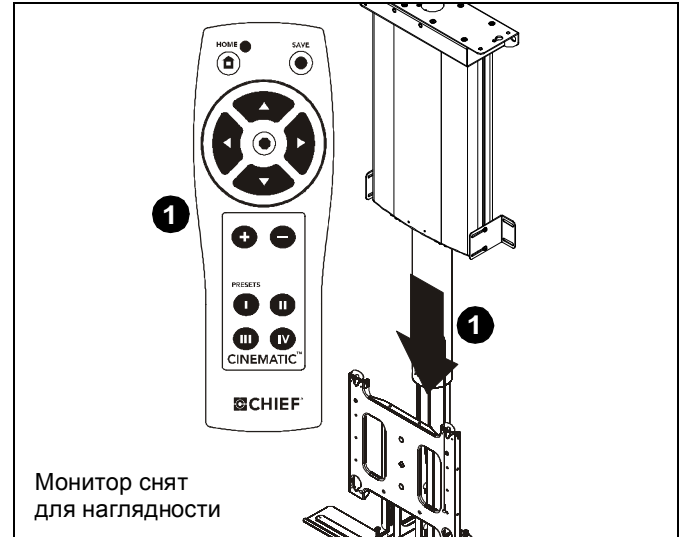

рис. 23
3. Если расстояние, определенное в действии 1, выше, больше толщины устанавливаемой нижней крышки, опустите монитор с помощью пульта ДУ, чтобы две контррейки, закрепляющие правый и левый кронштейны регулировки крышки, были доступны. (см. рис. 23)